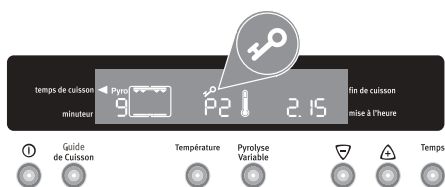

Fig. 22
- Après quelques instants, le verrouillage de la porte est activé et le symbole correspondant  s'affiche (Fig. 22).